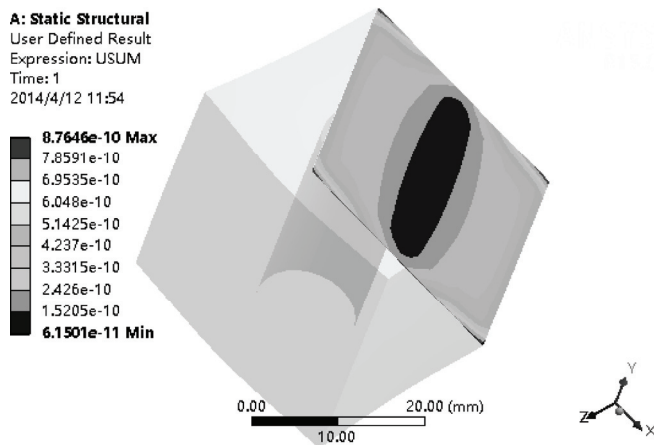

图 6-48 求解得到的用户自定义结果
7) 在 Outline 树结构图中的 User Defined Result 上单击右键, 在弹出的快捷菜单中选择 Evaluate All Results, 此时进行求解, 求解后得到的图形如图 6-48 所示。